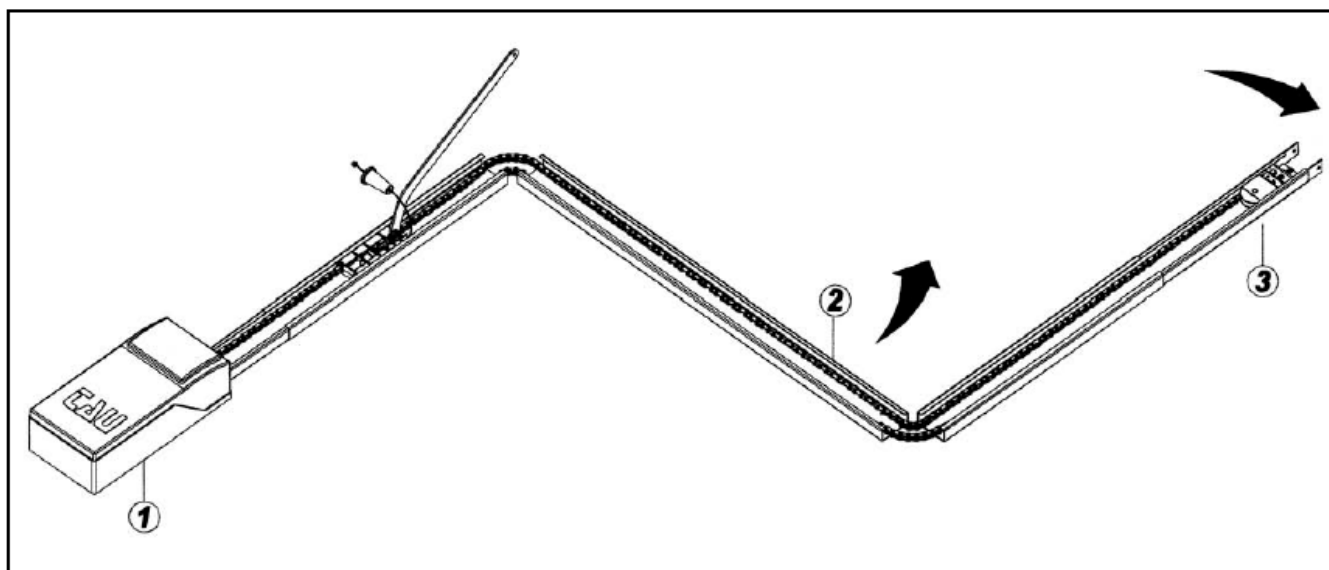

Рис. 12
- 1_ Выпрямите обе направляющих как показано на рис. 12.